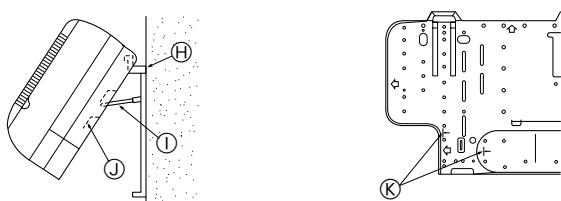

Fig. 3-10
3.4. Preparación para conectar las tuberías (Fig. 3-10)